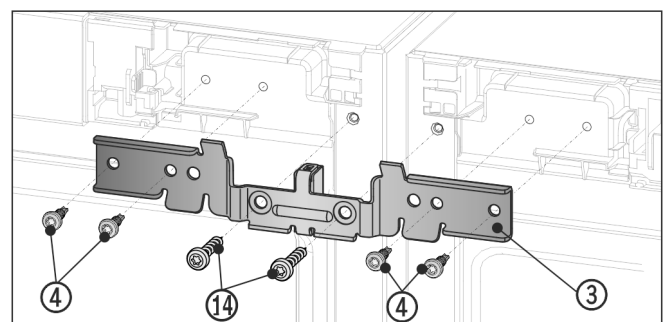

Fig. 12
- Deslice la escuadra Fig. 12 (3) junto con la pieza distanciadora entre los aparatos e insértela en las espigas. Fije la escuadra atornillando alternativamente a la derecha y a la izquierda los cuatro tornillos Fig. 12 (4) y los tornillos de conexión a tierra Fig. 12 (14) previamente desenroscados.